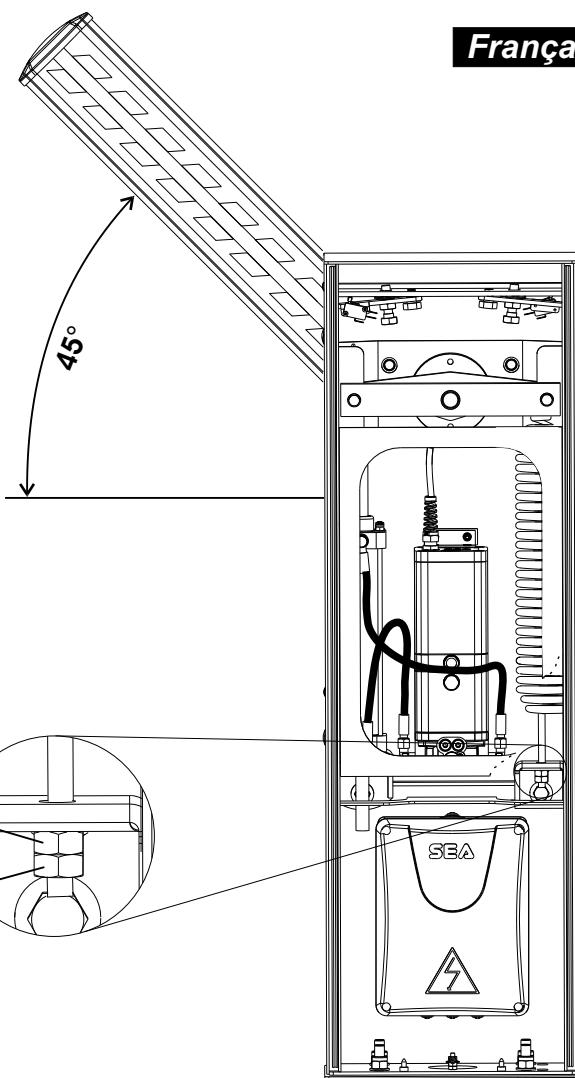

Fig. 13
- Déverrouiller la lisse avec le déverrouillage manuel, de façon qu' elle est libre de s'ouvrir et de se fermer manuellement (Fig.13).
- Dévisser ou visser l'écrou de tension du ressort jusqu'à atteindre le point d'équilibrage à 45° (Fig. 13). La condition optimale d'un parfait équilibrage c'est obtenu quand la lisse reste dans la position indiquée dans Fig.13.